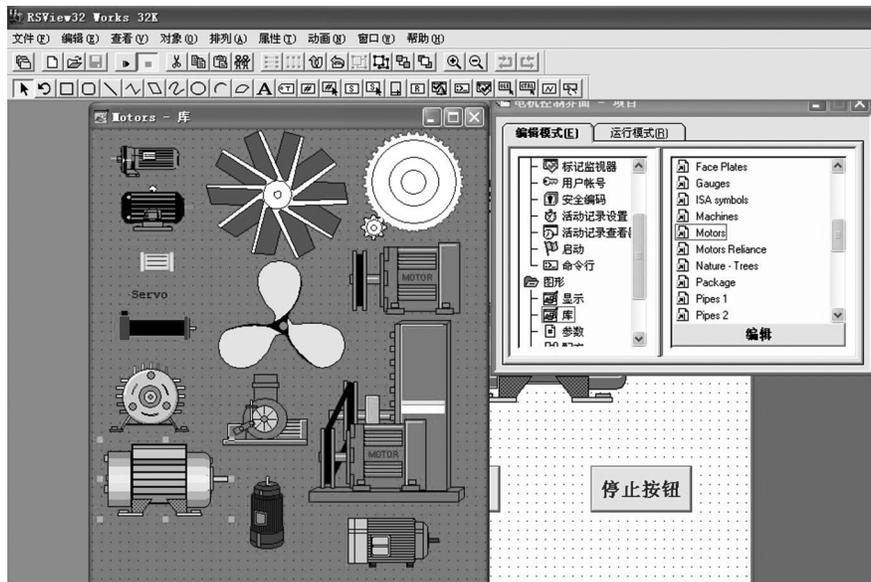

图 1.35 元件的选择
(3) 元件的选择。单击菜单左上角的“显示项目管理器”工具条，在编辑模式下，打开“图形”文件夹，双击“库”，弹出库的相关图形文件，选择 Motors 文件并打开，双击库文件中电动机图片，如图 1.35 所示，图片会自动加入到控制界面中。